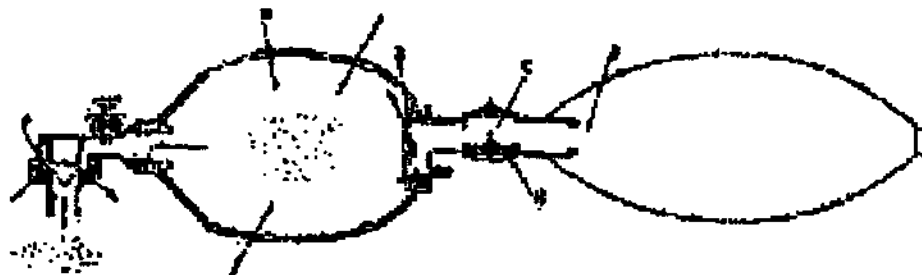

Рисунок 2. Вдох
Газ поступает к пациенту при сдавливании силиконового мешка (см. рисунок 2). Положительное давление внутри мешка, происходящее из-за сжатия газа, закрывает впускной клапан (Е), который расположен в нижней части мешка. Это приводит к тому, что 2 клапана типа "duckbill" (F) перекрывают каналы выдоха (G) блока нереверсивных клапанов. Дальнейшее сжатие мешка проталкивает газ через клапан типа "duckbill" к пациенту. Если используется дополнительный газ, то кислород поступает в резервуар (D) во время сжатия силиконового мешка.